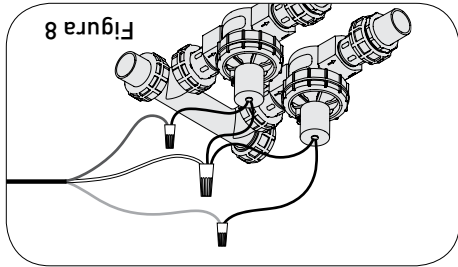

Figura 8
6. Junte el segundo conductor de cada válvula con el conductor común blanco del temporizador y dóblelos dentro del empalme plástico (Figura 8).